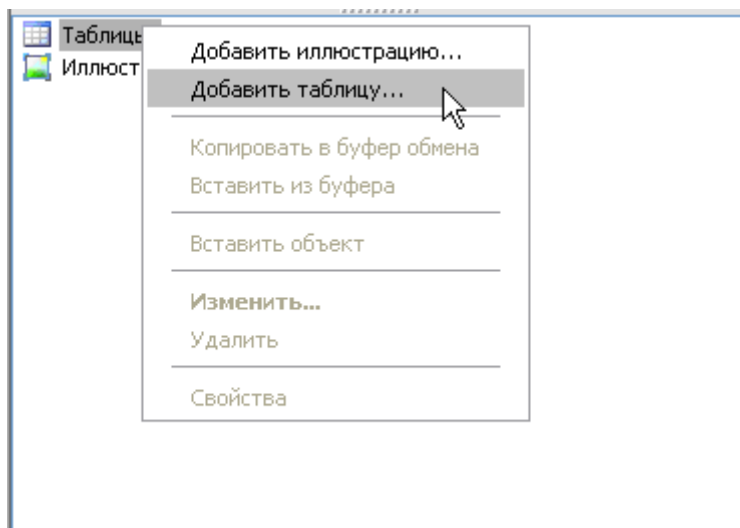

Рис. 13.31
2. В левом нижнем окне щелкните правой кнопкой мыши по названию объектов **Таблицы**. При этом появится контекстное меню (Рис. 13.31).